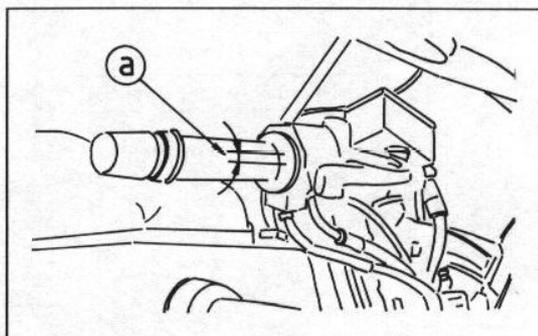

Bild 43
- Am Gasdrehgriff das vorhandene Spiel feststellen (Bild 43).